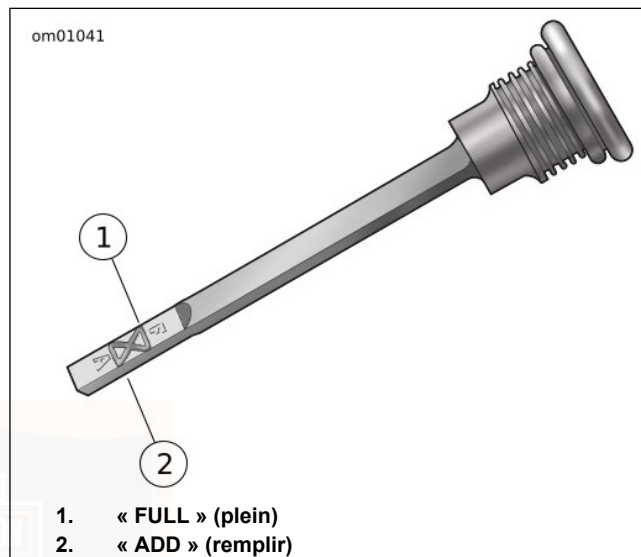

Figure 46. Niveau de lubrifiant sur le bouchon de remplissage/jauge de la transmission
2. Voir Figure 46. Essuyer le bouchon de remplissage/jauge. Insérer la jauge dans le trou de remplissage, puis la retirer. (La jauge doit reposer sur le rebord du trou de remplissage. Ne pas serrer.) Le niveau de lubrifiant doit être entre les repères plein et bas sur le bouchon/la jauge lorsqu'il est retiré.